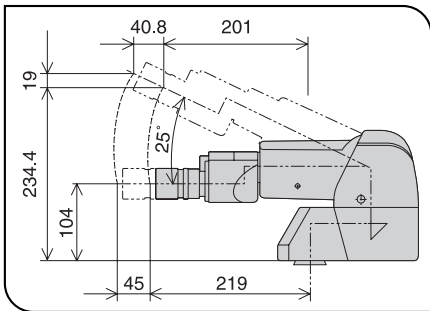

Fig. 28
**With the U-ETBI/U-TTBI (Fig. 28)**